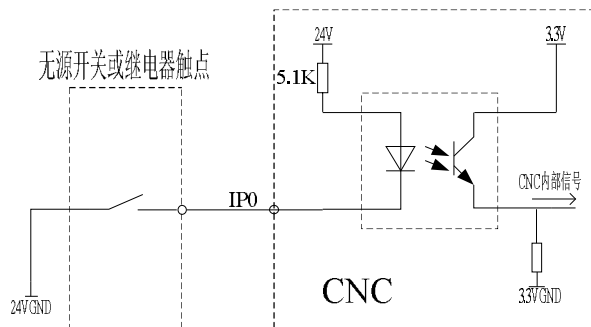

图 2-4 输入口与无源开关类的连接
(1) 外接无源开关或继电器触点时，开关的一端接系统输入点，另一端接 24VGND，如图 2-4 所示。